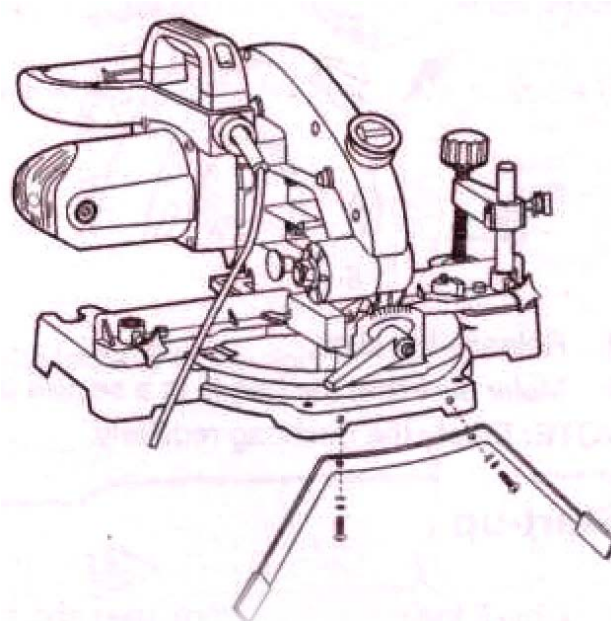

Рис. 1
1. Совместите расширение основания (35) с монтажными отверстиями (24) на основании.
2. Прикрепите расширение (35) с помощью приложенного крепежного набора (37) (Рис. 1).